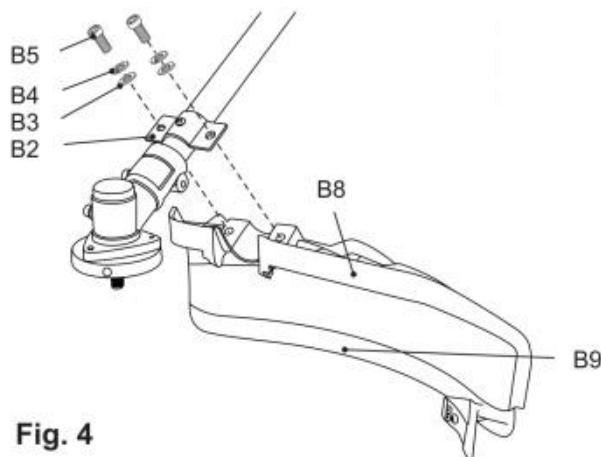

Fig. 4
24) Sichern Sie die Verbindung mit Schrauben (B5) , Federscheiben ((B4)) und Unterlegscheiben (B3) mit dem Werkzeug (E4) (Abb. 4).